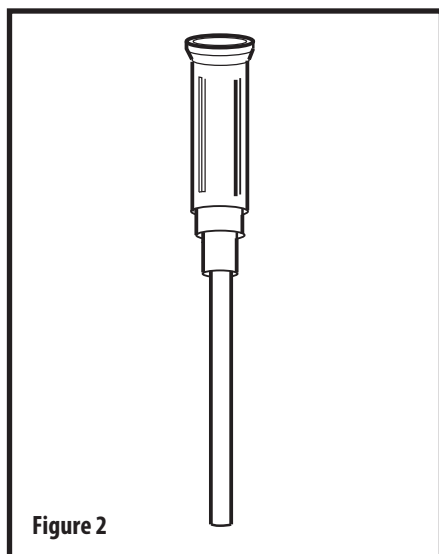

Figure 2
7. Sett innføringskanylen (Fig 2) inn i jejunporten helt til kanylen er festet i kontakt med den jejunale ernæringsporten og innføringskanylen er klart synlig inni sonden. Innføringskanylen åpner enveisventilen og beskytter den mot skade fra ledevaieren.